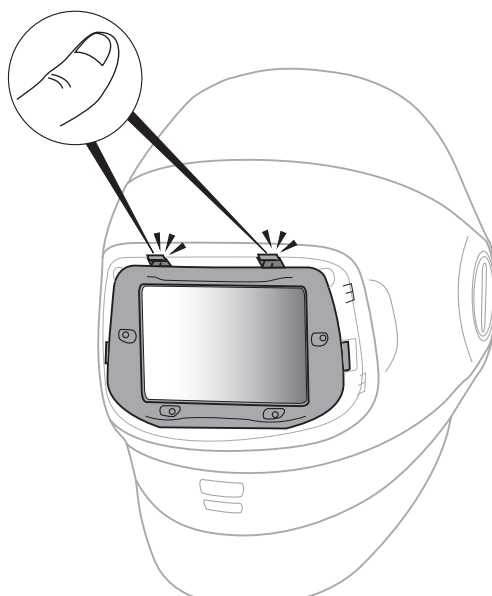

Fig. 21j
- g. Ensuite, insérer le filtre à lentille photosensible sur l'écran de masque utilisé pour le soudage externe et appuyer fermement sur les deux languettes de verrouillage jusqu'à ce qu'un déclic se fasse entendre (Fig. 21j).